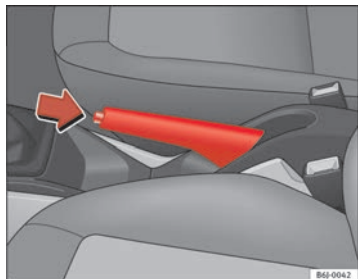

Fig. 103 Il freno a mano, ubicato tra i due sedili anteriori
- Tirare la leva del freno a mano verso l'alto ⇒ fig. 103.
- Tenendo premuto (nella direzione indicata dalla freccia ⇒ fig. 103) il tasto di sblocco, spostare prima la leva leggermente verso l'alto e poi abbassarla del tutto ⇒ ⚠.